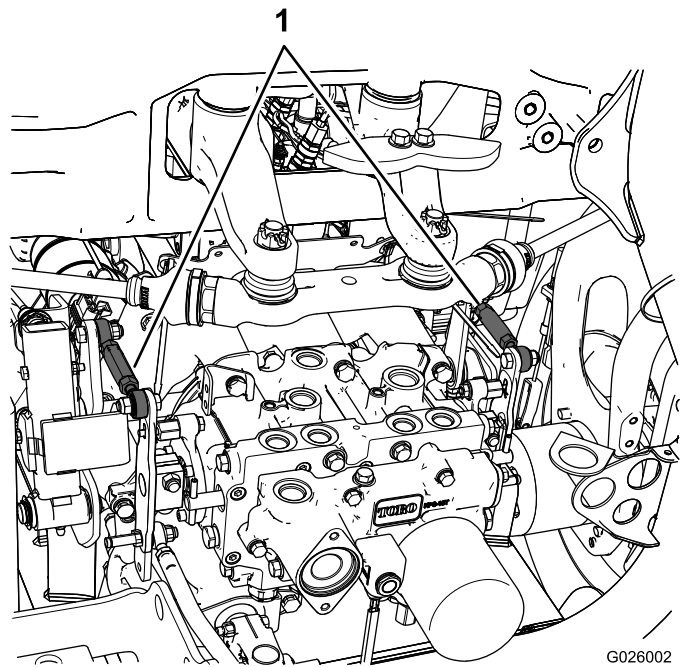

図 49
- 左後タイヤが回転している場合には、左側トランスミッション・コントロールロッドのジャムナットをゆるめる 図 49。